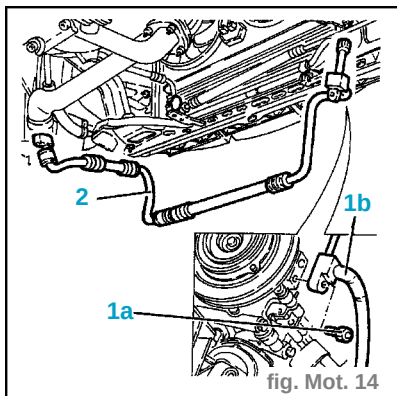
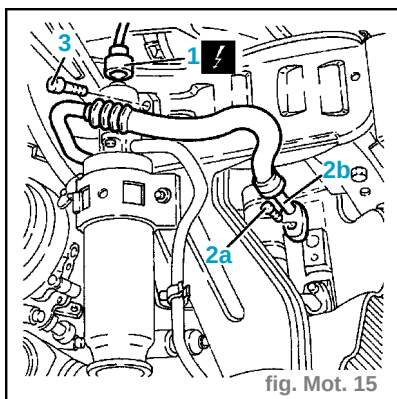

fig. Mot. 14
fig. Mot. 15
le compresseur de climatisation le tube d'arrivée du fluide réfrigérant (1b). (fig. Mot. 14)
- Enlever le tube d'amenée du fluide réfrigérant (2) au compresseur de climatisation.
- Débrancher la connexion électrique (1) du pressostat à quatre niveaux. (fig. Mot. 15)
- Serrer les vis de fixation de la bride (3) de support du filtre déshydrateur à la carrosserie. (fig. Mot. 15)
- Brancher la connexion électrique (1) au pressostat à quatre niveaux.
- Reposer dans son logement le tube d'amenée (2) du fluide réfrigérant au compresseur de climatisation. (fig. Mot. 14)
- Assembler au compresseur de la climatisation le tube d'arrivée du fluide réfrigérant (1b) et le fixer avec sa vis (1a) au couple prescrit. (fig. Mot. 14)